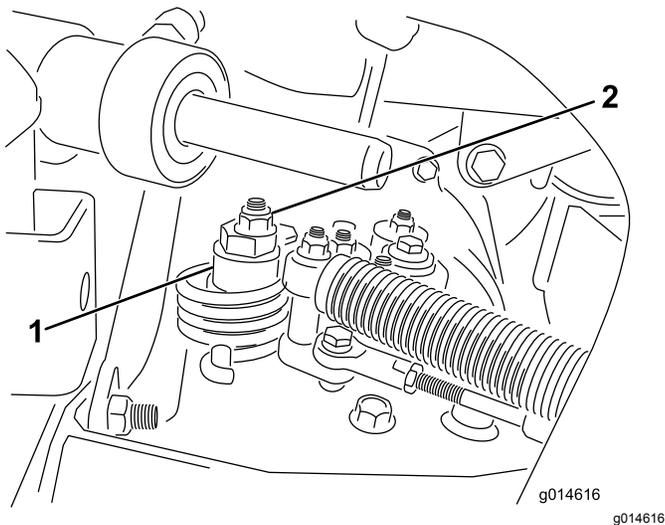

Рисунок 33
- A. Ослабьте контргайку крепления эксцентрика к верхней части гидростата (**Рисунок 33**).
- C. Поворачивайте эксцентрик до тех пор, пока не прекратится медленное вращение колеса в любом направлении. Когда колесо перестанет вращаться, затяните гайку, которая фиксирует эксцентрик и регулировку (**Рисунок 33**). Проверьте регулировку при положениях дроссельной заслонки МЕДЛЕННО и БЫСТРО.